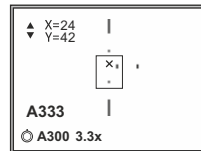

Fig.5
- Ruotando il controller spostate la croce ausiliaria relativamente al reticolo perfino la croce ausiliaria non coincide con il punto d'impatto (vedi fig. 5). Per cambiare la direzione dello spostamento del reticolo dalla orizzontale a quella verticale premete brevemente il tasto del controller e vicino al pittogramma appariranno le linee verticali:  $X=00$ $Y=00$